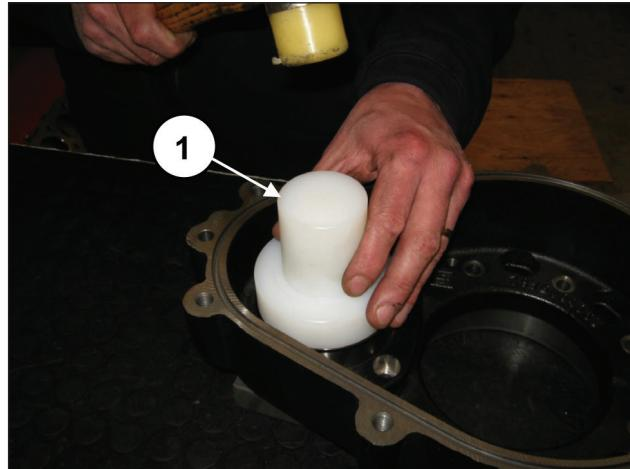
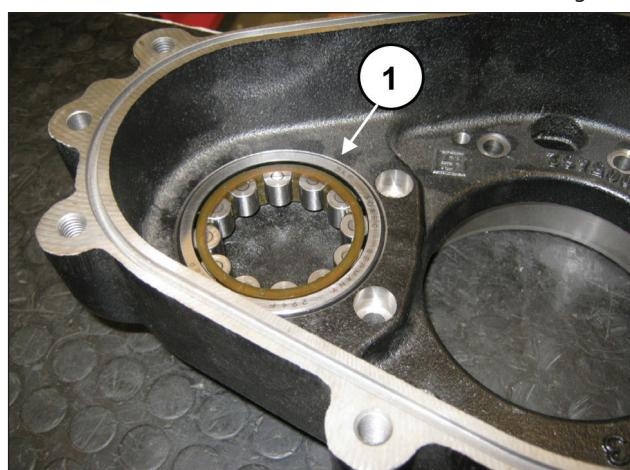

Fig. 53
Fig. 54
Na caixa do redutor, pré-monte o anel externo do mancal do pinhão, usando a ferramenta cód. 27604900 (pos. ①, Fig. 53) até a sua inserção completa até o batente (pos. ①, Fig. 54).